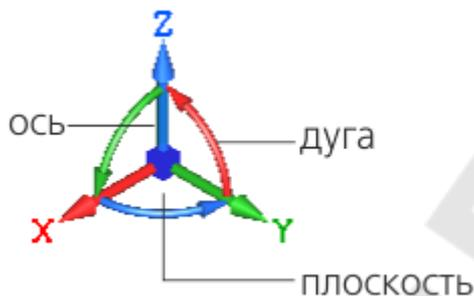

Рисунок 5.3 – Элемент управления ориентацией модели
- **Элемент управления ориентацией модели**, управляющий положением плоскостей построения и систем координат. Данный элемент отображается в левом нижнем углу графической области и состоит из трех объемных стрелок красного, зеленого и синего цветов, показывающих положительные направления осей X, Y, Z абсолютной системы координат (рисунок 5.3). Элемент управления позволяет сменить ориентацию модели щелчком мыши по стрелке или поворотом в пространстве.